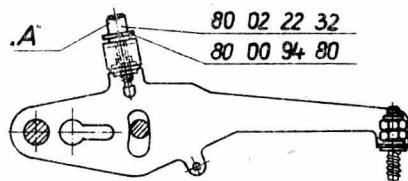

Abb. 10
- Die Stichlänge der Knopflokchraupen wird am Justierpunkt „A“ eingestellt (Abb. 10).